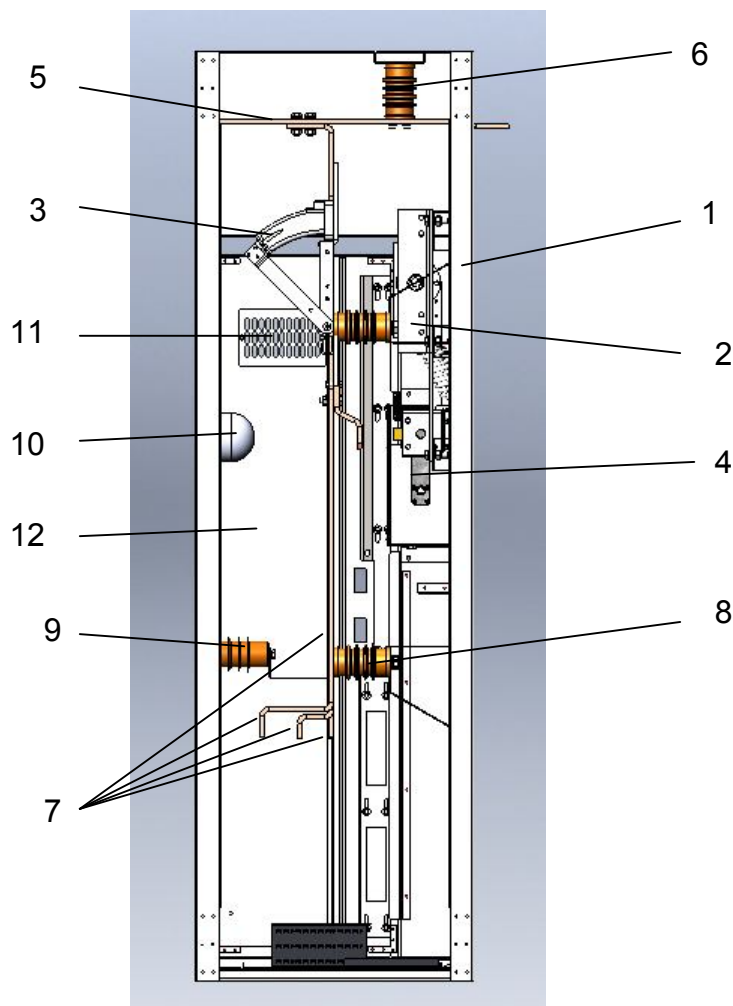

Рис. 3.1 (вид сзади) Камера КСО-6(10)-ЭЛТЕХ
3.1 В состав камеры КСО входят следующие основные элементы (см. рис. 3.1): каркас 1, на котором жестко установлен выключатель нагрузки (автогазовый или вакуумный), состоящий из рамы 2, главных силовых контактов с дугогасительной системой 3 и заземляющих ножей 4. Выключатель нагрузки имеет встроенную механическую блокировку, не позволяющую проводить манипуляции с главными контактами при включенном положении заземляющих ножей.